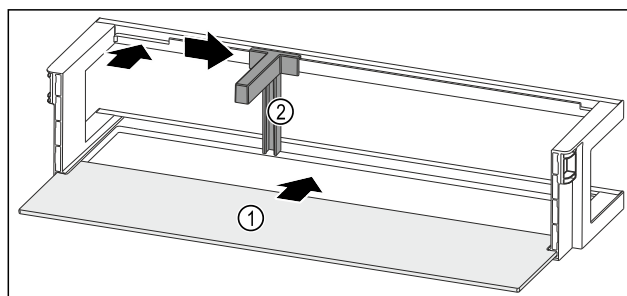

Fig. 136 Dörrfack med hylla
- Skjut in dörrfacket Fig. 136 (1) i ursparingarna på sidan.
- Sätt in flaskhållaren Fig. 136 (2) i ursparingen.
- Skjut flaskhållaren *Fig. 136 (2)* åt sidan till önskad position.